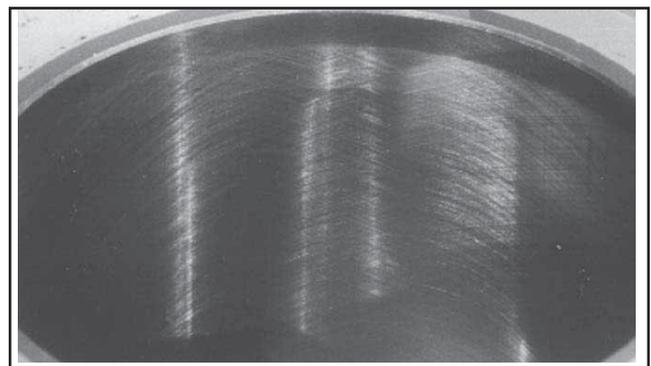

Figure 10-3. Hachure croisée du trou du cylindre après l'alésage.
3. Quand le trou est à **0,064 mm (0,0025 pouces)** de la taille souhaitée, retirer les pierres grossières pour les remplacer par des pierres à brunir. Continuer à utiliser les pierres à brunir jusqu'à ce que le trou soit à **0,013 mm (0,0005 pouces)** de la taille souhaitée, puis utiliser les pierres de finition (abrasion de 220- 280) et polir le trou à sa taille finale. Une hachure croisée doit être ménagée si l'alésage est effectué correctement. Les hachures doivent se croiser à environ 23°-33° par rapport à l'horizontale. Un angle trop obtus risque de faire sauter les segments ou de causer une usure excessive ; un angle trop aigu augmente la consommation d'huile. Voir la Figure 10-3.